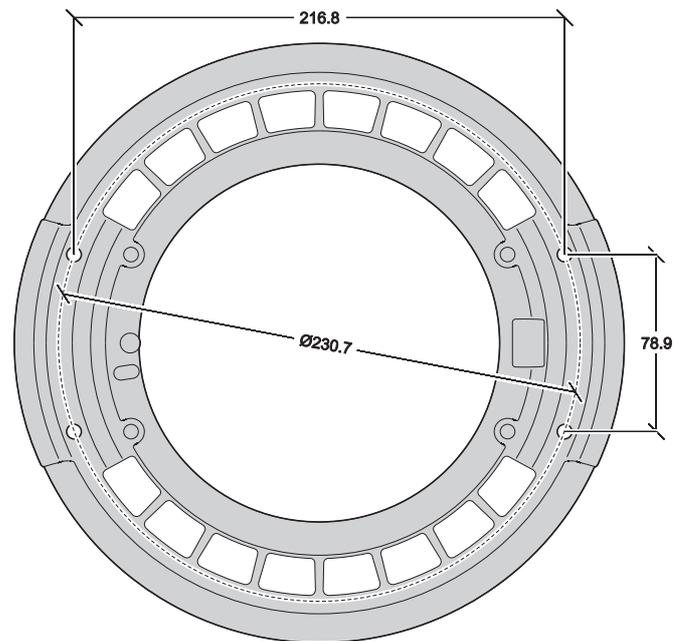

Figure 15: Dimensions pour les poignées
Attention! Les vis utilisées pour fixer un accessoire à l'arrière de la tête ne peuvent être montées que dans les trous ménagés dans le capot arrière de la tête (repérés en Figure 15). N'essayez pas de fixer un accessoire sur le capot arrière par une autre méthode. Les vis ne doivent pas dépasser de plus de 15 mm (0.6 inches) vers l'intérieur de la tête au risque d'endommager l'isolation intérieure et de créer un risque sérieux voire mortel d'électrisation pour l'opérateur.
- Quatre trous (repérés en Figure 15) sont ménagés dans le capot arrière pour fixer des supports de poignées de poursuitage. Utilisez des vis métal M6 standard pour fixer le support : quel que soit le type de vis utilisé, la partie de la vis pénétrant dans le couvercle doit avoir une longueur comprise entre 12 mm (0.47 in.) et 15 mm (0.6 in.).
Les supports ne doivent pas gêner le mouvement de la tête en tilt et doivent respecter les cotes données en Figure 15.
Les dimensions sur la Figure 15 sont données en millimètres :